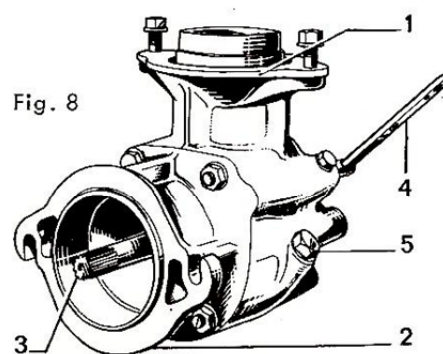

Fig. 8
a) Le réducteur inverseur : (Fig. 8)